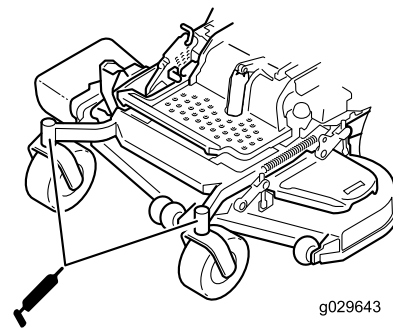

Figure 50
6. Remettez le bouchon hexagonal et le capuchon antipoussière en place (Figure 50).
7. Graissez les roulements des roues pivotantes (Figure 50).